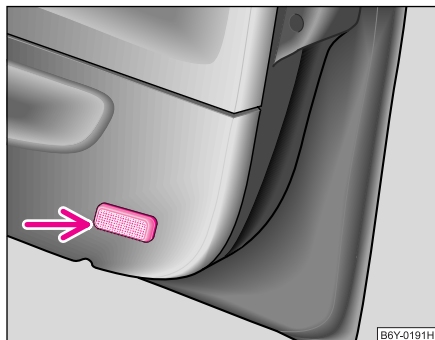

Fig. 182 Desmontar la luz de advertencia para puerta delantera
- Introducir un cuchillo o algo por el estilo por un lado entre la lámpara y el revestimiento de puerta ⇒ fig. 182. Sacar la lámpara, apalancándola con cuidado.